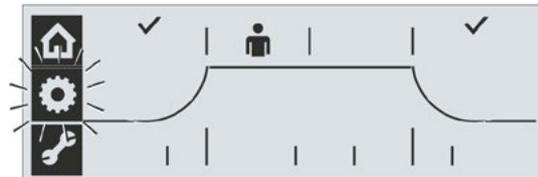

Fig. 13: Corretta regolazione posizione di fine corsa
17. Confermare il salvataggio: premere il Drive Controller. Due segni di spunta, vedi fig. 13, confermano brevemente la corretta impostazione delle posizioni di fine corsa e si accende il LED verde "In pronto start". Sul display lampeggia il simbolo "Menu Posizioni di fine corsa".